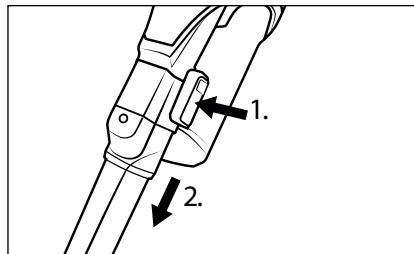

Fig. 15
- ◆ Pour retirer l'accessoire, maintenez la touche de déverrouillage de l'accessoire enfoncée, puis retirez l'accessoire du tube d'aspiration ④ ou de l'orifice d'aspiration de l'appareil (voir fig. 15).